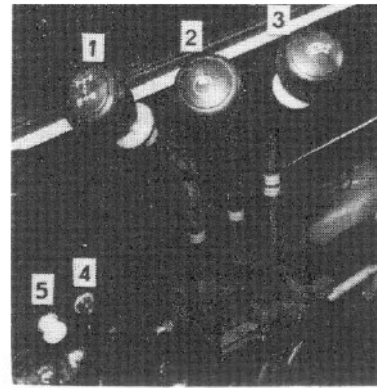

Bild 112
Hy 02 Bild 112 (3)	Bild 112 (2)
Hy 05 Bild 112 (3)	entfällt